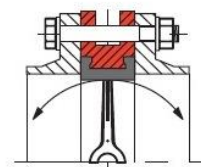
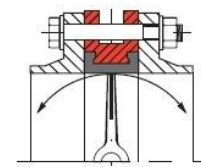

Рис. 2 (неправильно)
Рис. 3 (правильно)
2. В случае использования фланцев с внутренним диаметром больше номинального диаметра затвора фланцы не будут полностью закрывать седловое уплотнение, что может привести к повреждению и деформации седлового уплотнения (рис. 2). Перед началом монтажа важно убедиться, что внутренний диаметр фланцев соответствует номинальному диаметру дискового поворотного затвора (рис. 3)